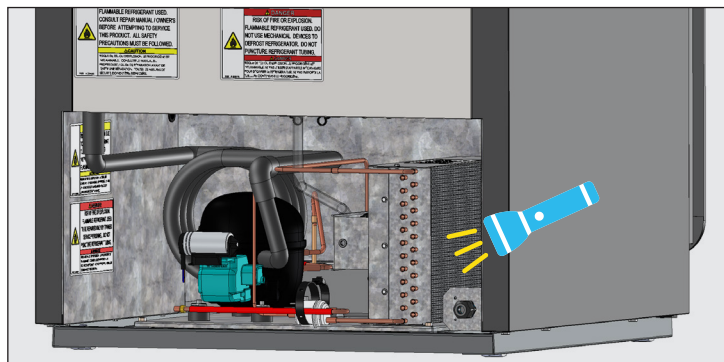

Fig. 4 Controllare che siano stati tolti tutti i blocchi.
4. Con lo sporco rimosso dalla superficie della bobina, utilizzare una torcia per controllare se si può vedere bene attraverso la bobina. Si veda la Fig. 4.